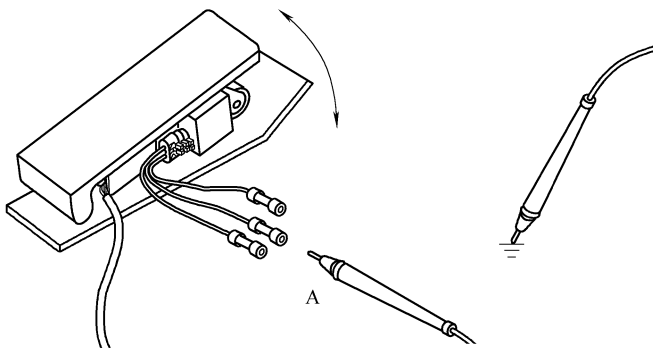
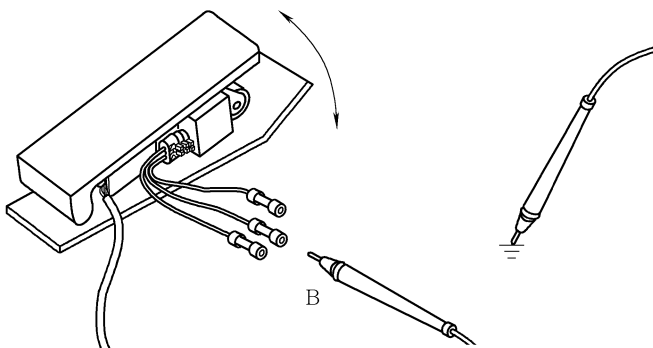

图 3-24 测量传感器电源线(A)与机体间的电阻
图 3-25 测量传感器信号线(B)与机体间的电阻
① 断开钥匙开关，将 OEM 线束与远程油门位置传感器断开。
② 测量传感器电源线(A)与机体间的电阻(图 3-24)，应大于 $100\text{k}\Omega$ 。若不合格，更换远程油门位置传感器。
② 测量传感器信号线(B)与机体间的电阻(图 3-25)，应大于 $100\text{k}\Omega$ 。若不合格，更换远程油